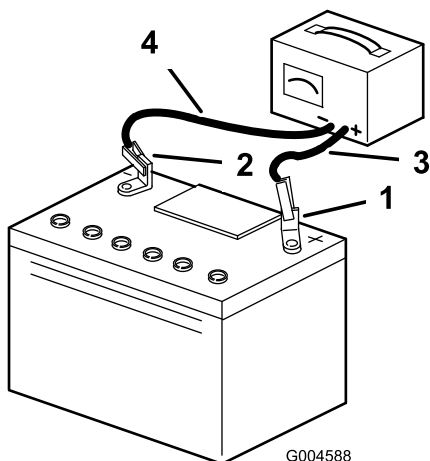

Figura 30
- Scollegate i cavi di carica dai poli della batteria (Figura 30).